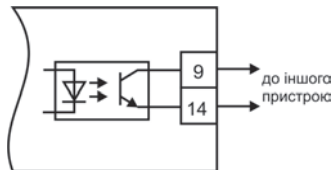

Рисунок 3.24
3.1.7.4 Другий канал пристрою має дублювальний вихід – транзисторну оптопару для керування іншими подібними пристроями (наприклад, такими ж таймерами, лічильниками тощо, рисунок 3.24).